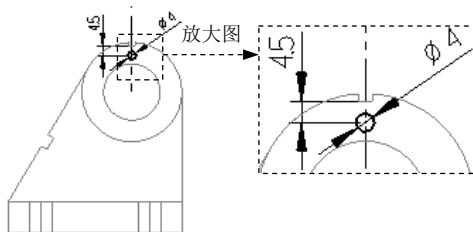

图 7.7.50 草图 7
Step22. 绘制图 7.7.50 所示的草图 7。
- (1) 创建图层 8。
- ① 在状态栏中单击 **层别** 按钮，系统弹出“层别管理”对话框。